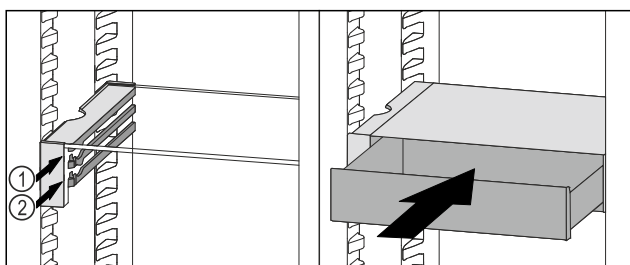

Fig. 111
- ▶ Установите выдвижной ящик VarioSafe за стопоры на требуемый выступ Fig. 111 (1) или Fig. 111 (2).